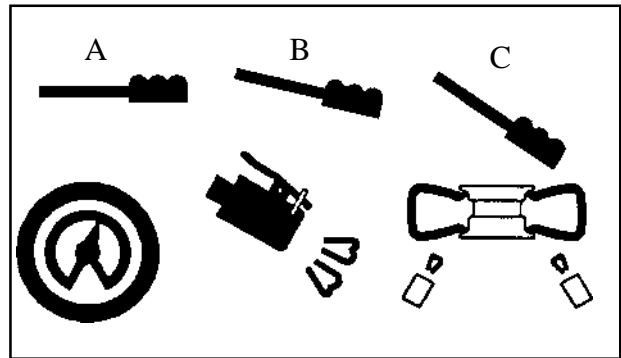

Fig 14
**Pendant cette phase de travail on peut avoir un niveau de bruit de 85 db (A) environ. Il est recommandé d'utiliser une protection contre le bruit.**
- Appuyer sur la pédale de gonflage dans la position intermédiaire (**B** - Fig.14).
- Appuyer à fond la pédale (**C** - Fig. 14). Un jet d'air puissant sortira des buses qui se trouvent sur les support coulissants en permettant le tallonage.
- Relâcher le pneumatique et soulever doucement le pied pour remettre la pédale de gonflage dans la position intermédiaire (**B** - Fig.14).